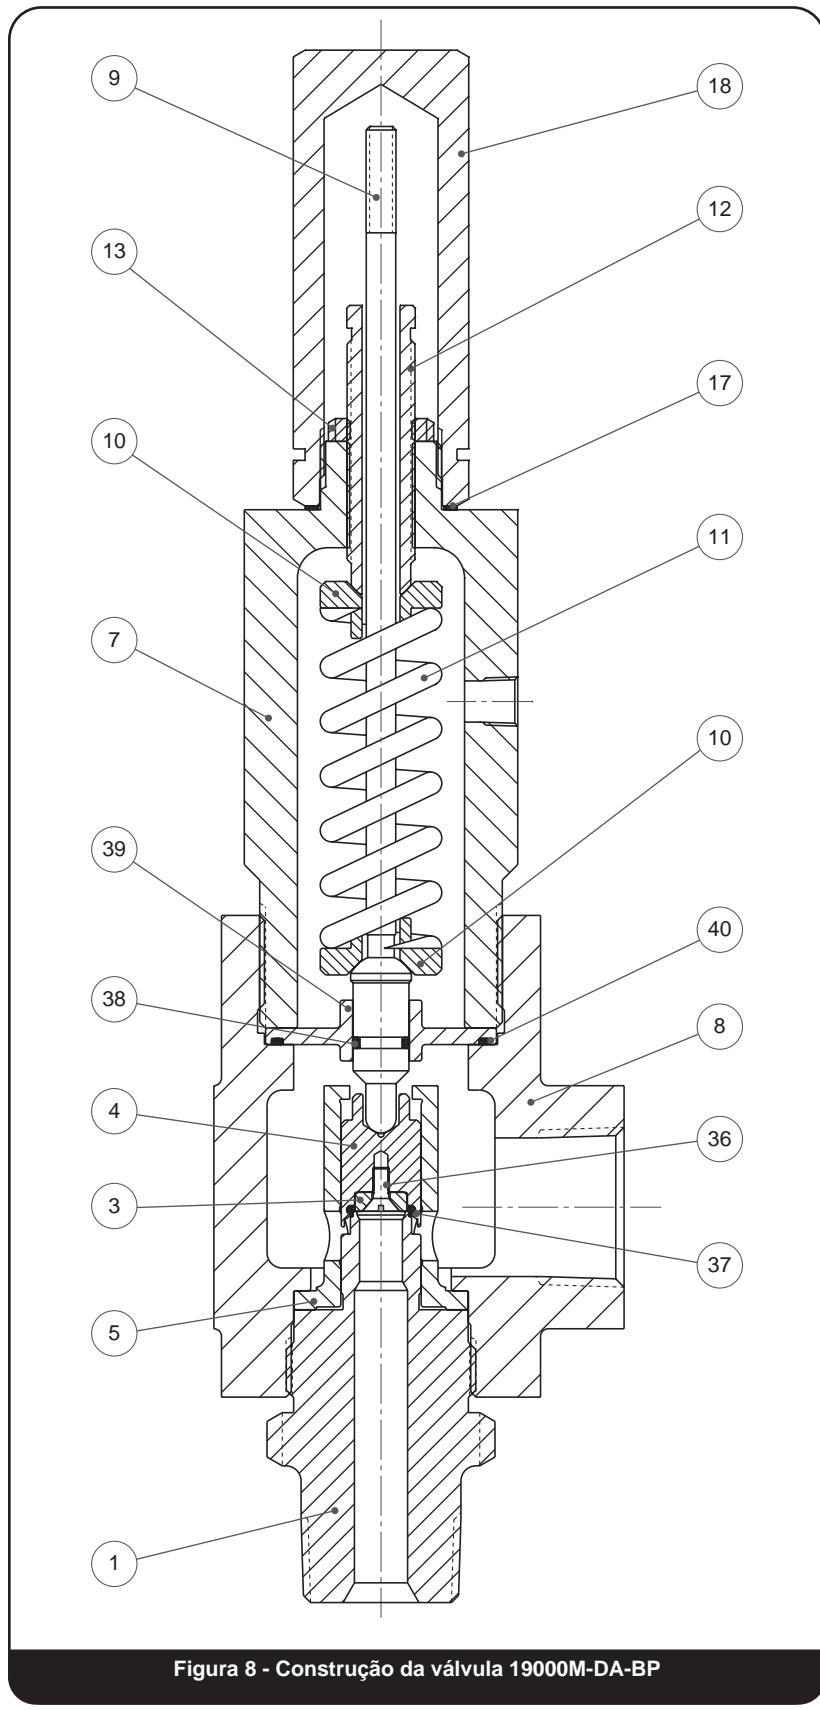

Figura 8 - Construção da válvula 19000M-DA-BP
- a. Remova a tampa (18) (incluindo a alavanca de elevação, se houver); depois, remova a gaxeta da tampa (17).
- b. Meça a posição do parafuso de ajuste de válvula (12) e registre antes da remoção. Meça do topo do parafuso até a contraporca de parafuso de ajuste (13).
- c. Afrouxe a contraporca do parafuso de ajuste (13) e remova o parafuso de ajuste (12) do castelo (5).
- d. Desparafuse a contraporca (1A) do castelo (6).
- e. Remova base do conjunto (1), a guia (5), o suporte de disco (4) e o disco (2) do castelo (6).
- f. Remova a haste (9), a placa de suporte (se aplicável; desenho BP Figura 8 na página 19 (39)) mola (11) e arruelas (10).
3. Válvulas MS de flange integral (IF)